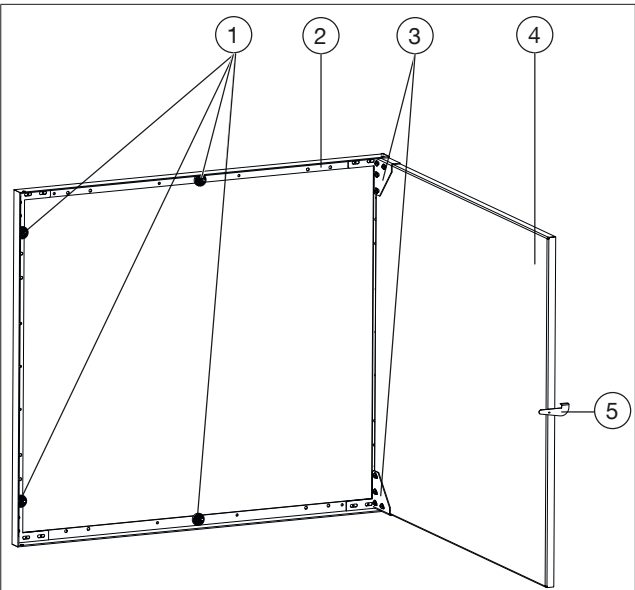

Fig. 1: Construction de la porte de visite
1. Ouvrir complètement la porte (voir Fig. 1 en page 24).
5. Visser à la main les équerres de fixation (1) (voir Fig. 5 en page 25) sur le cadre (voir Fig. 1 en page 24).